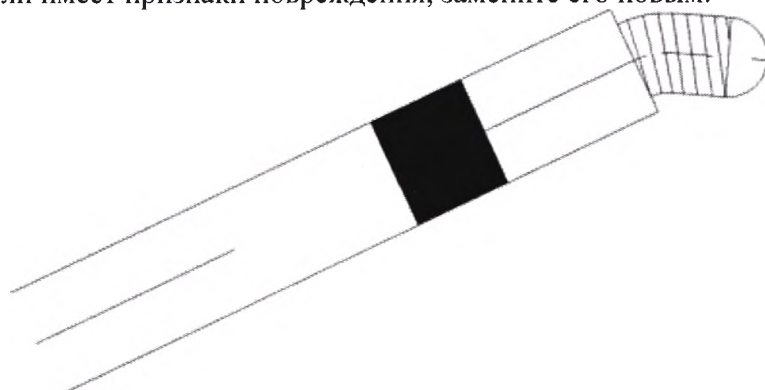

Рис. 5.3.7 – Наконечник на катушке должен выступать на катетере на 2 мм
- Наконечник катушки должен слегка выступать (2 мм) из катетера (рис. 5.3.7) для облегчения процесса доставки катушки. Если катушка перемещается обратно в катетер во время его движения, она должна быть обратно помещена в проводниковый катетер, как это показано на рис. 5.3.7.